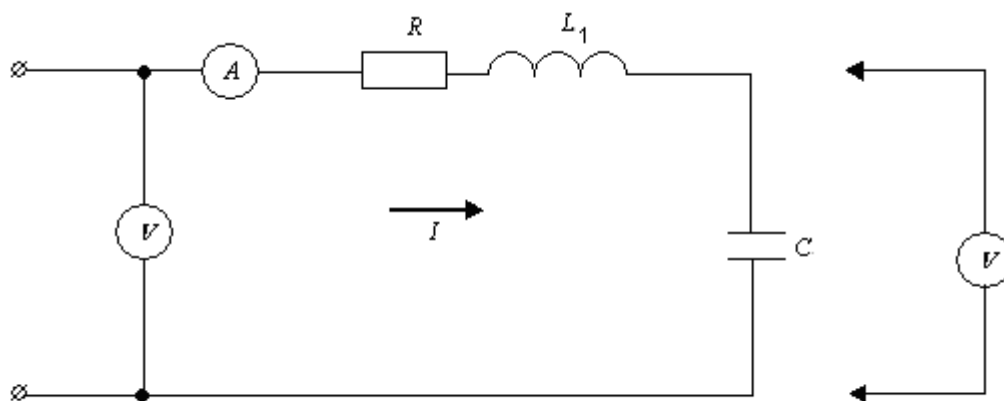

Рисунок 3.1
1) Записать закон Ома в комплексной форме и для действующих значений неразветвленной цепи  $R, L, C$  (рисунок 3.1).
2) Записать уравнение по второму закону Кирхгофа в комплексной форме и для действующих значений неразветвленной цепи  $R, L, C$  (рисунок 3.1).
3.2.1 Собрать цепь по схеме (рисунок 3.1). Установить напряжение на входе в пределах от 5 до 15 В, частоту источника  $f = 1 \text{ кГц}$ . Активное сопротивление  $R_1 = 50 \div 200 \text{ Ом}$ ; индуктивность катушки  $L = 10 \div 30 \text{ мГн}$ , емкость  $C = 1 \div 3 \text{ мкФ}$ . Измерить ток и напряжения на всех элементах, а также активное сопротивление катушки индуктивности  $R_K$ . Результаты измерений занести в таблицу 3.1.
3.3.1 По данным таблицы 3.1 построить векторную диаграмму тока и напряжений для схемы (рисунок 3.1). Проверить выполнение второго закона Кирхгофа.